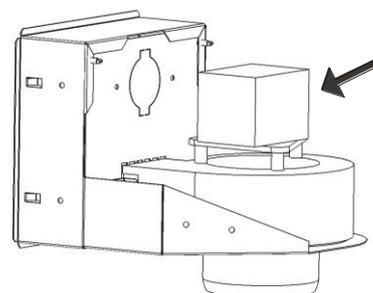

Figure 9– Position du ventilateur
**LE VENTILATEUR DOIT RESTER ORIENTÉ COMME SUR FIG.9, LES POSITIONS DIFFÉRENTES DE CELLE INDIQUÉE NE SONT PAS ADMISES.**